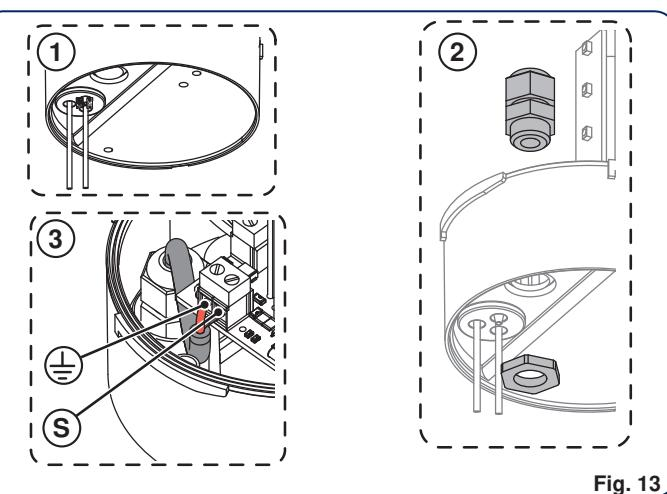

Fig. 13
<p>La versione a led dispone di un antenna incorporata, per il collegamento è necessario:</p> <ol style="list-style-type: none"> <li>1. Sul supporto calotta eseguire un foro Ø 12.5 (Fig. 13 rif. ①).</li> <li>2. Montare un passacavo M12x1.5 (in alternativa PG7), non fornito, come indicato in figura 13.</li> <li>3. Infilare il cavo dell'antenna e collegarlo ai morsetti dedicati rispettando le indicazioni di figura 13.</li> </ol>